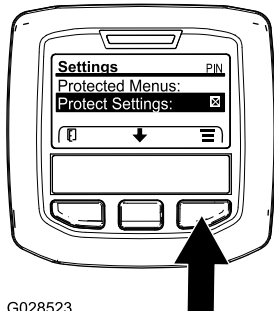

Figure 40
1. Dans le MENU PRINCIPAL, appuyez sur le bouton central pour naviguer jusqu'au menu RÉGLAGES, puis appuyez sur le bouton droit (Figure 40).